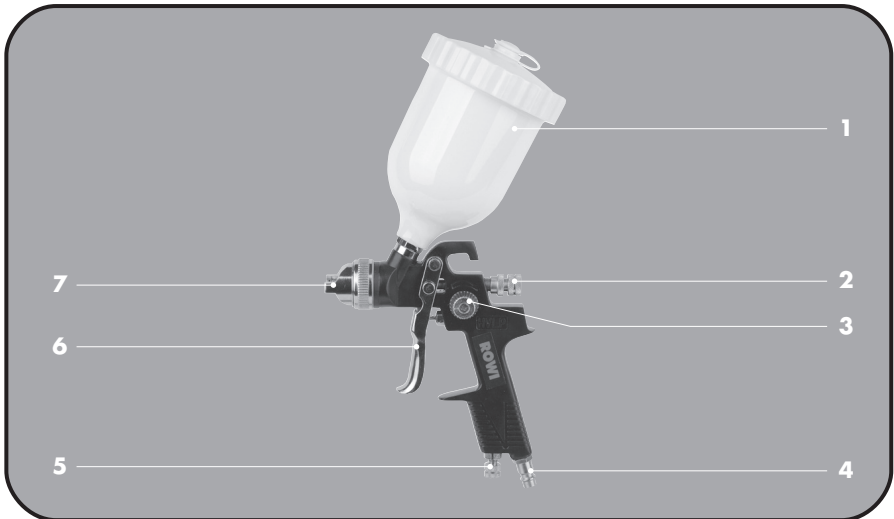

Abb. 1: Geräteübersicht
1. Leeren Sie die gewünschte Farbmenge in den Kunststoff-Fließbecher (siehe Abb. 1, Nr. 1), beachten Sie hierbei, dass der maximale Behälterinhalt von 600 ml nicht überschritten werden darf. Schrauben Sie anschließend den Fließbecher wieder an. Der Fließbecher muss fest und dicht an der Farbspritzpistole angeschlossen sein.
Damit eine optimale Oberflächenqualität des Farbauftrages erreicht wird, ist es wichtig die richtige Luftzufuhr einzustellen. Drehen Sie hierfür die Stellschraube (siehe Abb. 1, Nr. 5) nach rechts um die Luftzufuhr zu verringern. Mit einer Linksdrehung erhöhen Sie die Luftzufuhr.
Die Einstellung der austretenden Farbmenge kann je nach Werkstück reguliert werden. Drehen Sie hierfür die Stellschraube (siehe Abb. 1, Nr. 2) im Uhrzeigersinn, um die Farbmenge zu erhöhen. Entgegen des Uhrzeigersinns verringern Sie die Farbmengenzufuhr.
Das Farbbild kann gemäß dem Werkstück von Rund- auf Breitstrahl angepasst werden. Für Objekte mit größerer Farbfläche ist ein Breitstrahl von Vorteil, dieser kann entweder vertikal oder horizontal eingestellt werden. Zur Rundstrahleinstellung die Stellschraube (siehe Abb. 1, Nr. 3) im Uhrzeigersinn drehen. Um den Sprühstrahl auf Breitstrahl einzustellen, drehen Sie die Stellschraube entgegen des Uhrzeigersinns.